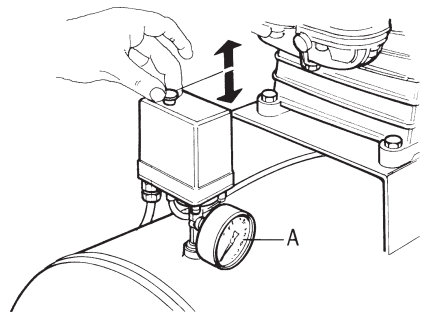
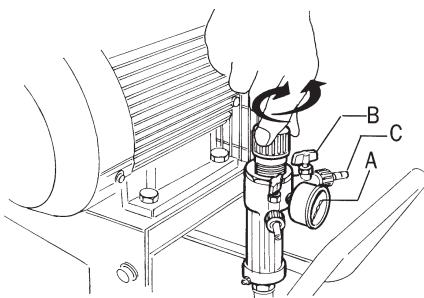

fig. 3
fig. 6
Om de compressor uit te doen dient men de drukknop in de stoppositie "OFF - 0" naar beneden te duwen (Fig. 3).
- Bij compressoren met een drukregelaar de gewenste druk afstemmen door de regelingsknop (Fig. 6), als volgt te bedienen: bij regelaars met handvatten die op de gewenste druk geblokkeerd kunnen worden,
moet men er zeker van zijn dat het handvat vrij en niet geblokkeerd is, voor men begint het handvat voor de regeling te draaien; anders moet men het vrijmaken door het naar boven te trekken totdat men de "klik" heeft overschreden die het blokkeert. De regelingshandvatten laten de uitgangsdruk stijgen wanneer men naar rechts en dalen wanneer men naar links draait. Bij regelars met kransen mag het openen en het sluiten van het lucht absoluut niet plaatsvinden door het slagklepje van de kraan met tangen of gereedschappen te bewerken zodat het slagklepje B zelf zou kunnen breken (Fig. 6); onder normale omstandigheden vervult de kraan zijn functie zonder bijzondere moeite. Er bestaan twee drukregelaraufamilies waarvan de maximale bedrijfsdruk respectievelijk 8 en 10 bar is, hogere drukken brengen de normale werking in gevaar. De gebruiksdrukwaarde zal op de manometer A (Fig. 6), aangegeven staan terwijl de op de manometer A (Fig. 3) afgelezen druk de interne druk van het reservoir zal zijn.
- De buis van het apparaat dat men wil aansluiten, aansluiten op luchtuitgangskraan C (Fig. 6) en de kraan openen. Nadat men de compressor heeft gebruikt, de kraan sluiten.